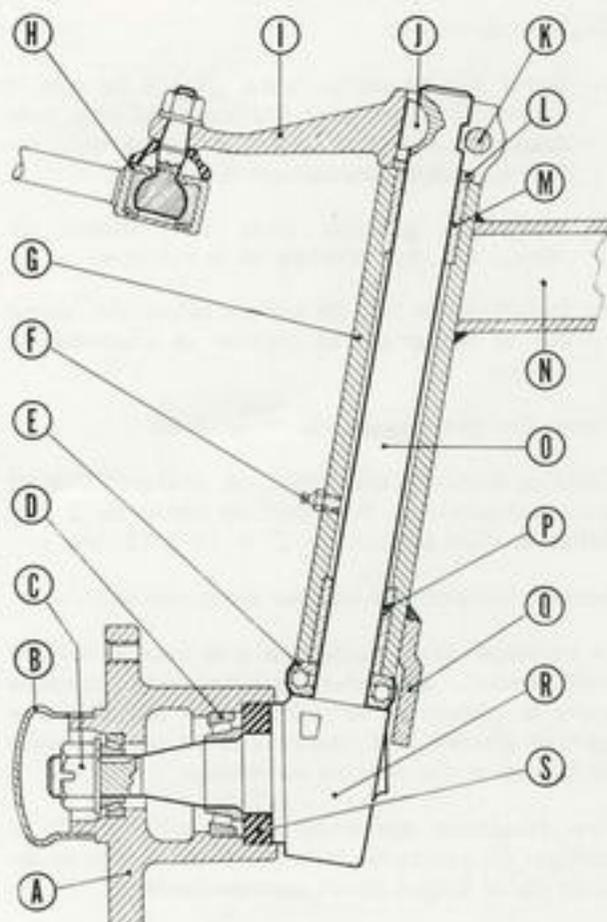

Fig. 9
b) Moyeu (fig. 9).
c) Fusées et pivots (voir fig. 9).**Démontage.**